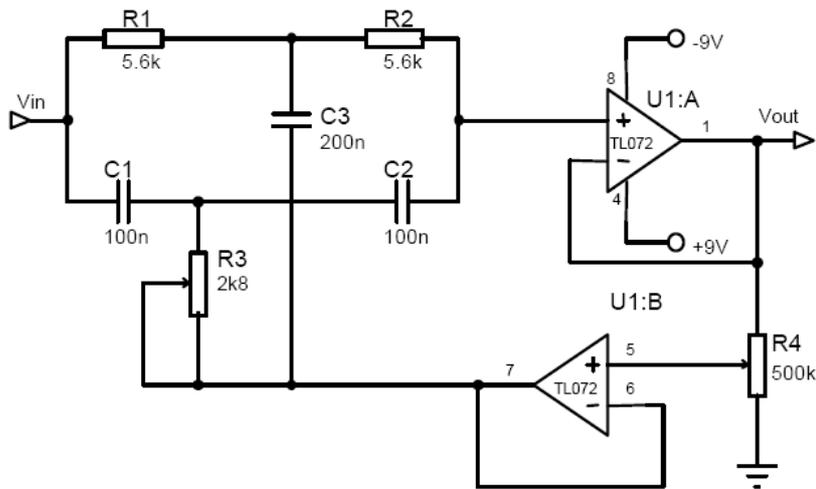

Figura 4: Esquema do filtro Notch.
- Monte o filtro da figura 4, use o Op TL072 (ou equivalente) e valores de R e C conforme indicados no circuito. Coloque na entrada V_{in} um sinal de 100 mV com frequência de 60 Hz.